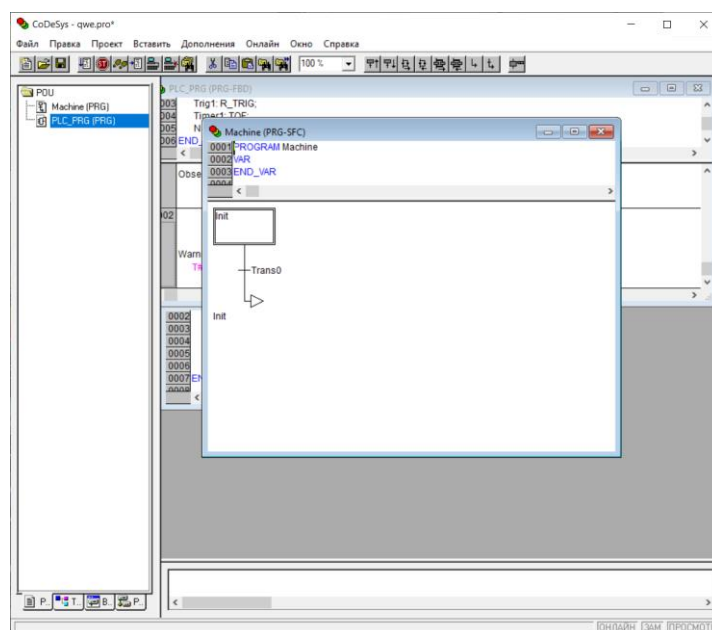

Рисунок 9 – Создание нового программного компонента с именем Machine
9. Вставляем POU управления механизмом. В левой части окна CoDeSys расположен организатор объектов POU. Вставляем в контекстное меню новой программы компонент с именем Machine. По умолчанию создается пустая диаграмма, содержащая начальный шаг Init и соответствующий переход Trans0 заканчивающийся возвратом к Init (рисунок 9).